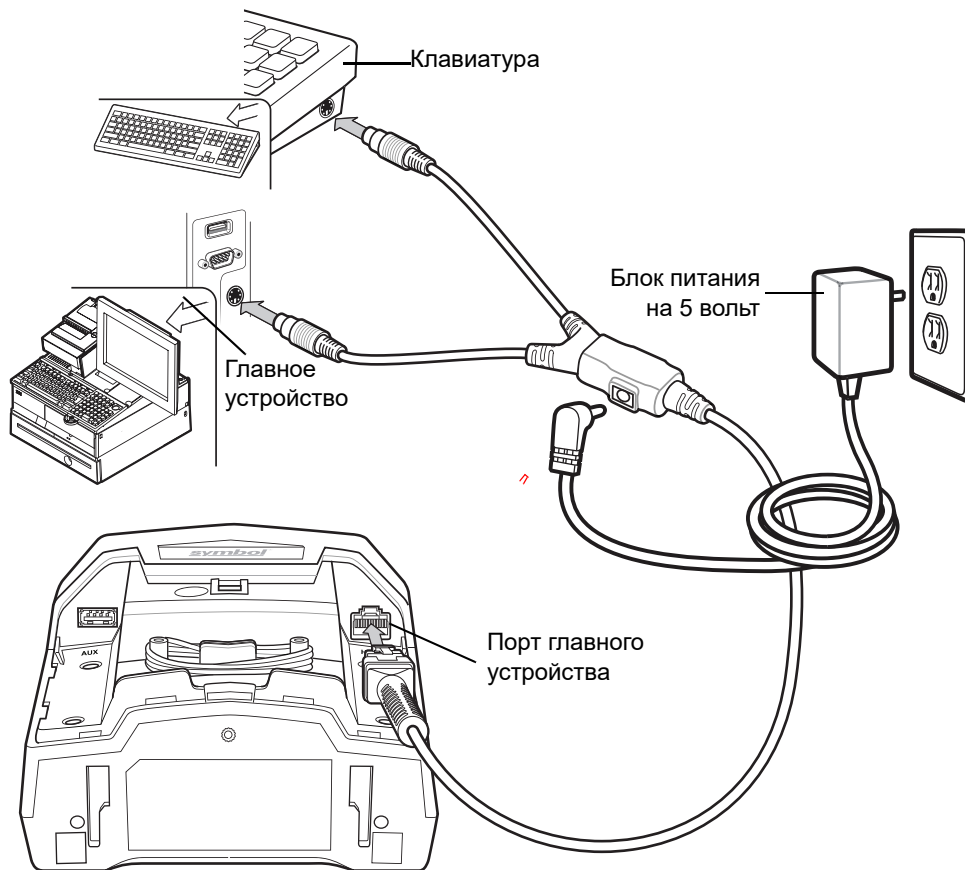

Рис. 9-1 Подключение Keyboard Wedge — внешний блок питания на 5 В
- DS7708 подключается непосредственно к главному компьютеру и клавиатуре с помощью Y-кабеля Keyboard Wedge (см. Рис. 9-1).